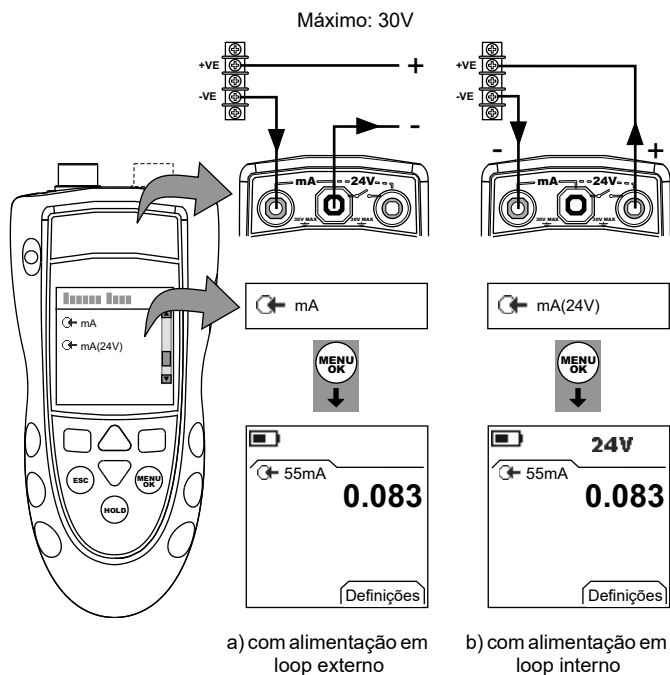

Figura 7: Configuração de exemplo – Medida de mA
1. Conecte o instrumento (Figura 7) e, se necessário, ajuste a *Configuração* (Tabela 1).
1. Apenas DPI 802/802P. Conecte o instrumento ao equipamento de calibração (Figura 7).